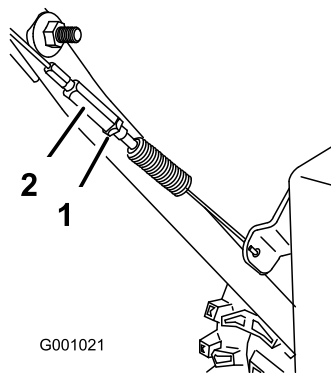

Bild 46
3. Ziehen Sie dann die Klemmmutter fest (Bild 46).